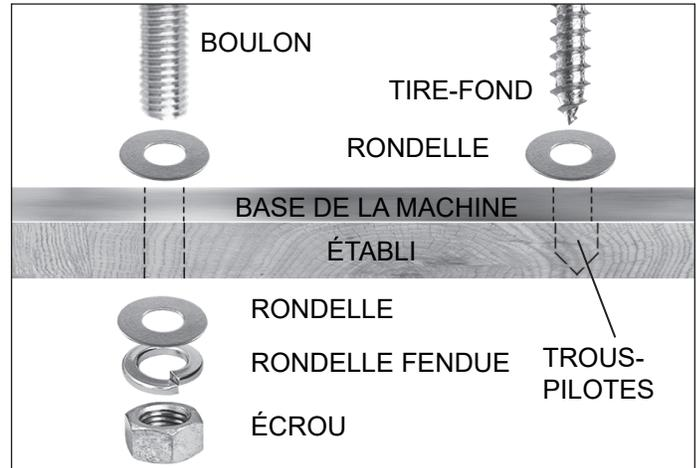

FIG. 1
1. Pour déterminer l'emplacement idéal pour votre ponceuse, placez le moteur sur votre support ou établi. Une fois satisfait, utilisez un crayon court pour marquer la surface au travers des 4 trous de fixation de la base du moteur (B), et aussi les 4 trous de fixation dans la base de l'équerre du bras (S).
6. Fixez le moteur (B) et l'équerre (S) sur la surface de travail avec votre quincaillerie. Serrez à fond la quincaillerie pour fixer les pièces en place. Fig. 1 & 2.